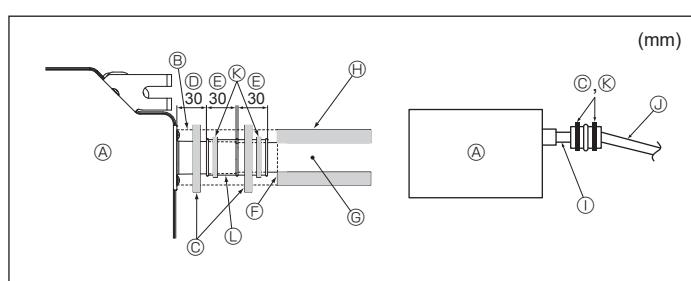

Fig. 6-2
- ⑨ TUBO IN PVC O.D. ø32 possibile
- ⑩ Deve essere il più grande possibile
- ⑪ Unità interna
- ⑫ Utilizzare tubi di grandi dimensioni per tubazioni raggruppate.
- ⑬ Inclinazione (almeno 1/100)
- ⑭ TUBO IN PVC O.D. ø38 per tubazioni raggruppate (materiale isolante di almeno 9 mm)
- ⑮ Fino a 850 mm
1. Collegare il manicottero di drenaggio (fornito con l'unità) all'apertura di drenaggio. (Fig. 6-2)